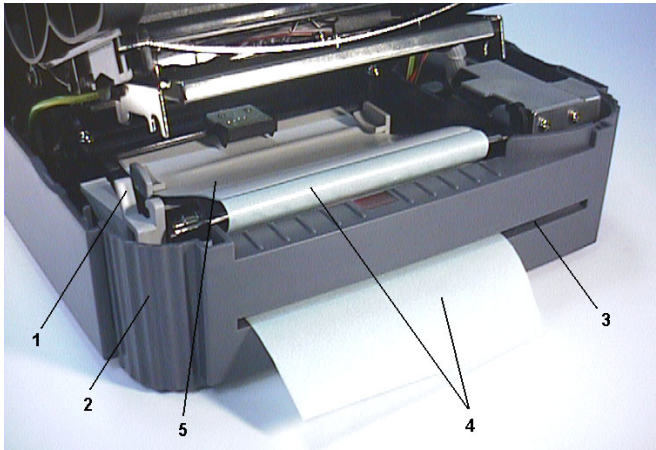

図 8 ラベル台紙排紙
3. ラベル台紙を図 8 に示すように、フォント® 札のラベル台紙排紙口から引き出します。